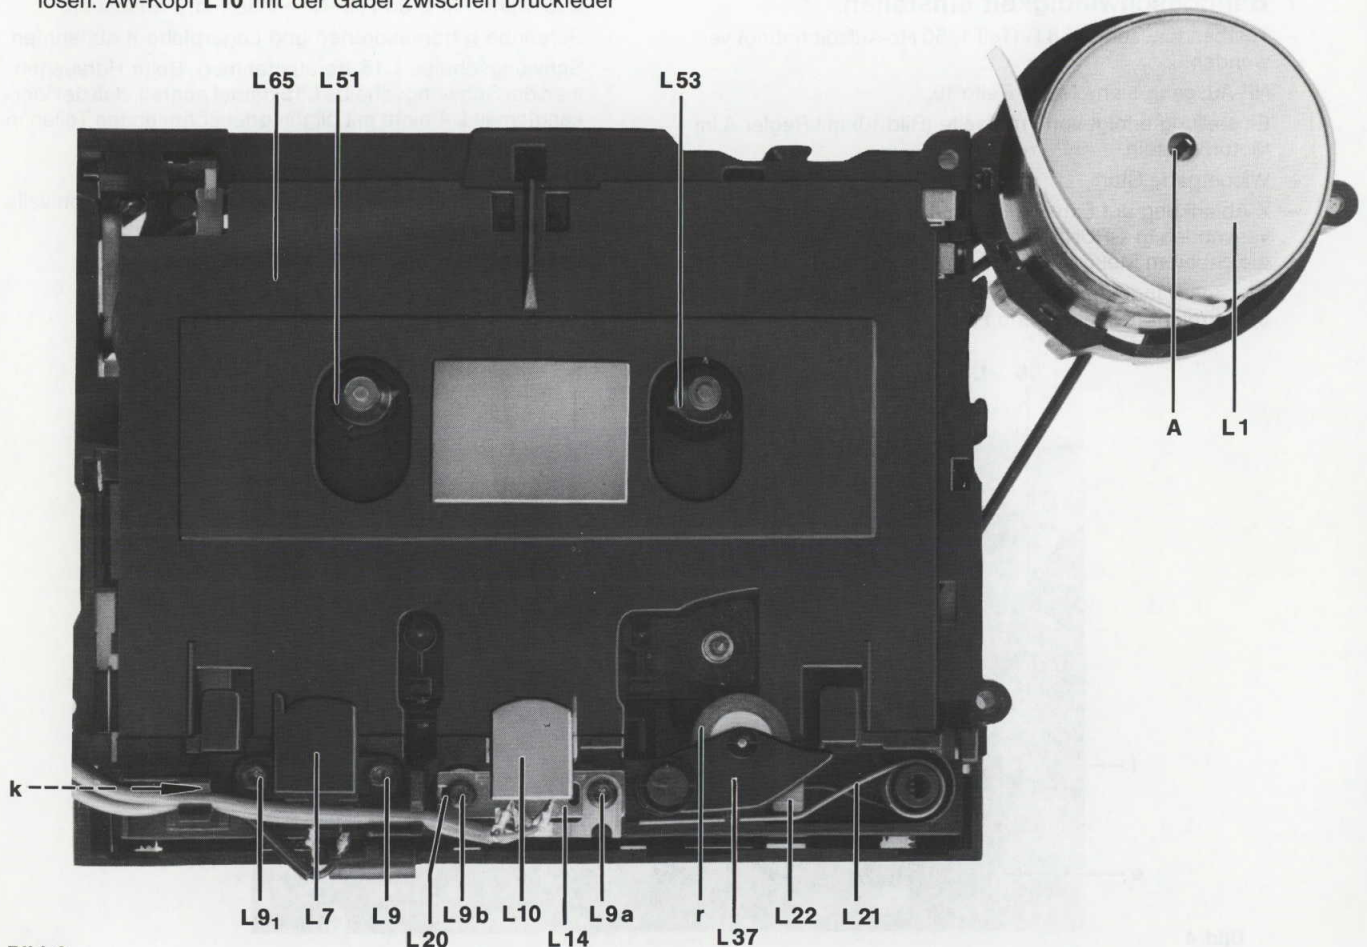

Bild 6
Einbau (Bild 6, 7):
10. Kopfwechsel (Bild 6)
- Grundbremsung auf Kraftskala des Rücklaufwickeltellers **L 51** (Bild 6) ablesen. $(6 \pm 2) 10^{-4} \text{ Nm} \approx (6 \pm 2) \text{ pcm}$.
- Bandendabschaltung löst Vorlauftaste aus (Band befindet sich auf Vorlaufkupplung **L 53** [Bild 6]).